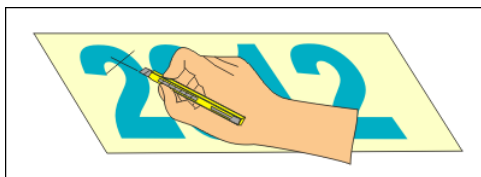

Imagen 252\_01
- A la impresión en láminas y objetos se le hace un corte en cruz (Imagen 252\_01), se adhiere cinta adhesiva sobre ella y se retira de golpe.